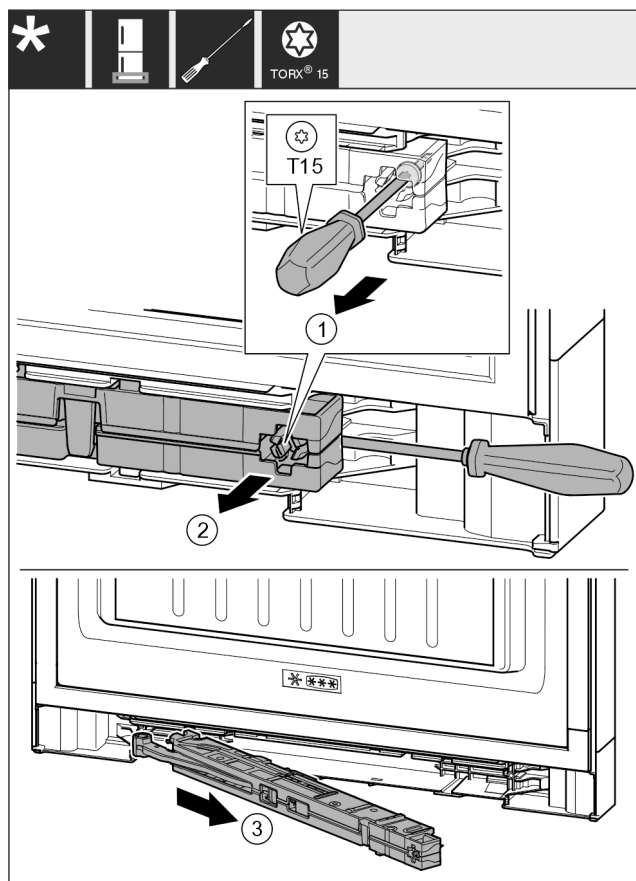

Fig. 15
- Desserrer la vis de l'amortisseur de fermeture de 14 mm (0.55 in) lösen. Fig. 15 (1)
- Accéder à la partie postérieure de l'amortisseur de fermeture du côté de la poignée avec un tournevis. Tourner l'unité vers l'avant. Fig. 15 (2)
- Extraire l'unité. Fig. 15 (3)